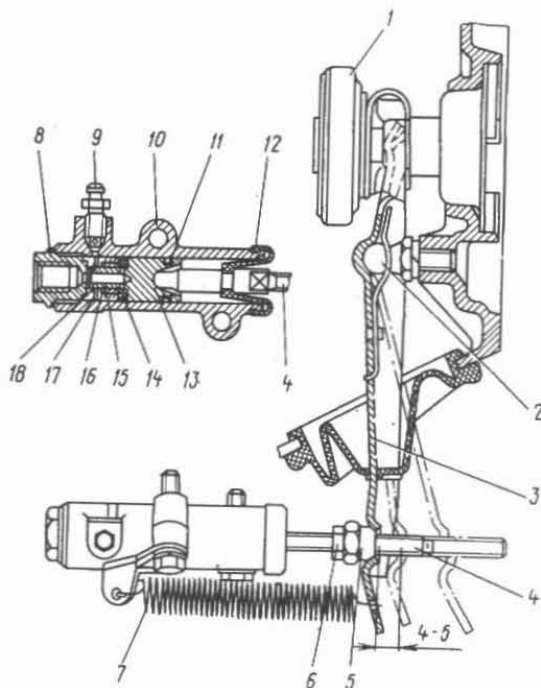

Fig. 3-3. Cilindro de trabajo y horquilla de desembrague:
- el recorrido libre del empujador del cilindro de servicio igual a 4-5 mm se regula con la tuerca 5 (fig. 3-3) que se fija con la contratuerca 6. El valor del recorrido libre del empujador se controla con la plantilla especial.
- coloque la manga en la cabeza del racor 9 (fig. 3-3) del cilindro de servicio y sumerja su extremo inferior en la vasija con líquido para el mando hidráulico (30-50 g);
En primer lugar vacíe el líquido de servicio. Para ello empalme uno de los extremos de la manga al racor de expulsión del aire 9 (fig. 3-3) del cilindro de servicio, y el otro introdúzcale en una vasija limpia, desenrosque el racor 9 en 1/2-3/4 de vuelta y pise el pedal hasta que el líquido sea desalojado del sistema hidráulico, luego desempalme los tubos que unen los cilindros principal y de servicio, desaccople el muelle de reposición 7 (fig. 3-3), quite el pasador hendido del extremo del empujador y desmonte el cilindro de servicio, desenroscando los dos tornillos de sujeción.